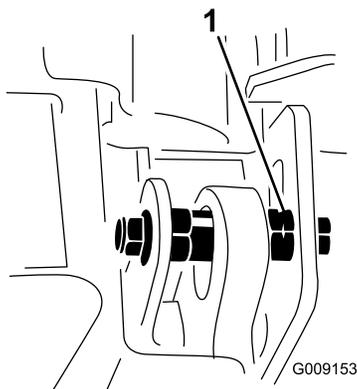

Рисунок 8
**Примечание:** На шестиграннике эксцентрика имеется прорезь, расположенная под 180° относительно выступа кулачка эксцентрика (Рисунок 8). Используйте эти прорези как базы для определения положения выступов при регулировке эксцентриков.